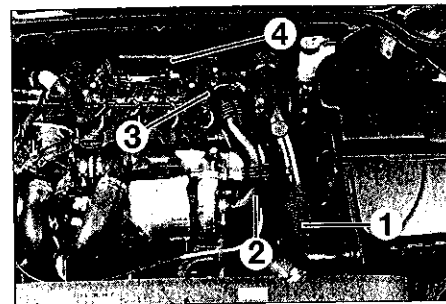

FIG.24
- le conduit d'entrée d'air (1) (Fig.24).
- le conduit d'entrée d'air (2) du turbo.